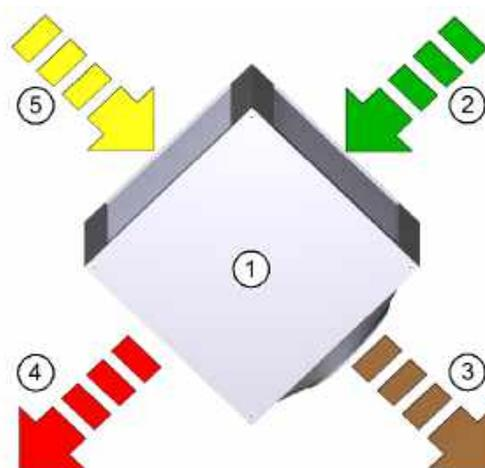

Fig. 9: Principe de fonctionnement de l'échangeur thermique à plaques à courant croisé
L'air repris, aspiré (pos. 5 dans Fig. 9) de l'intérieur, est dirigé à travers les chambres de l'échangeur thermique à plaques à courant croisé (pos. 1 dans Fig. 9) et réchauffe ce dernier.
L'air repris refroidi est évacué vers l'extérieur en tant qu'air rejeté (pos. 3 dans Fig. 9).
En même temps, l'air neuf froid, aspiré (pos. 2 dans Fig. 9), est guidé par les chambres, séparées par l'air repris, de l'échangeur thermique à plaques à courant croisé et est ainsi réchauffé. Les chambres séparées empêchent que l'air neuf et l'air repris se mélangent.
L'air neuf réchauffé est amené à l'intérieur en tant qu'air fourni (pos. 4 dans Fig. 9).